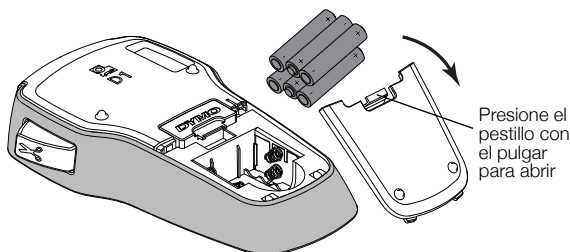

Figura 2
- 1 Presione el pestillo situado en la parte posterior de la rotuladora con el pulgar para extraer la cubierta del compartimiento de las pilas. Ver Figura 2.